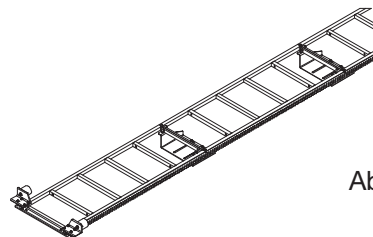

Abb. 9
5. Den unteren mechanischen Anschlag und die untere Anschlagplatte montieren (siehe Abb. 9 und Montagezeichnung).